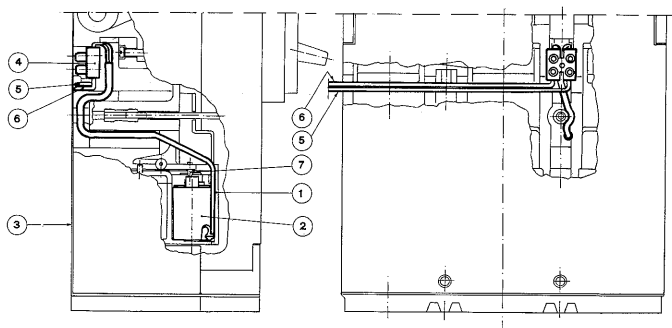
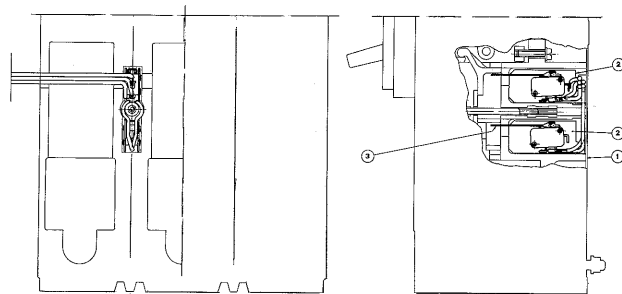

Fig. 15
Fig. 16
**9.2.2. Sganciatore a minima tensione in c.a.** (fig. 15)
**9.3. Commutatori ausiliari****9.3.1. Commutatori ausiliari per la segnalazione di interruttore aperto e chiuso** (fig. 16)
- togliere la piastra isolante (1) mediante le apposite viti autofilettanti
- inserire i commutatori (2) nell'apposita sede posta fra i poli della scatola fino a che si arrestino contro di essa
- rimontare la piastra isolante (1)
- controllare il funzionamento elettrico dei commutatori ausiliari ad interruttore aperto, chiuso; se il funzionamento non è regolare, piegare, a seconda delle necessità, la levetta (3).
**9.2.2. A.C. undervoltage release** (fig. 15)
**9.3. Auxiliary switches****9.3.1. Auxiliary switches for breaker open and closed indications** (fig. 16)
- remove the insulating plate (1) by unscrewing the proper screws
- introduce the auxiliary switches (2) into the proper seat between the poles of the case and thrust it
- refit the insulating plate (1)
- check the electrical performance of the auxiliary switches with the breaker open, closed; should it not be correct bend suitably lever (3).